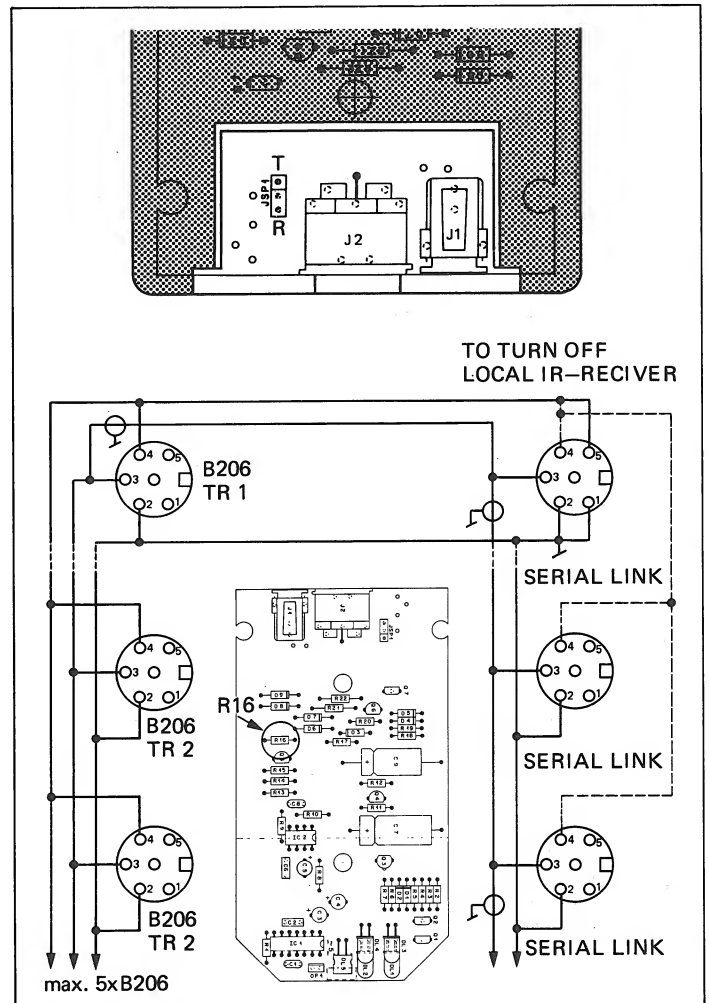

Fig.4.1
2. DIN-Stecker für den B206 • Transceiver und die SERIAL LINK-Buchse nach Fig.4.1 verdrahten.
\* Bei allen Geräten mit SERIAL LINK kann der geräteinterne IR-Empfänger ausgeschaltet werden. (Im Stecker Pin4 mit Pin5, sowie Pin1 mit Pin2 verbinden. Vorsicht bei parallel geschalteten Geräten: siehe Fig. 4.1).